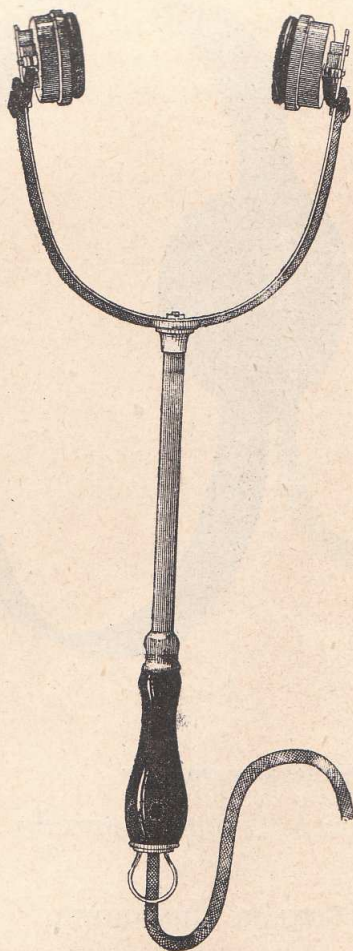

Fig. 164.
62. Serre-tête, face à main, à deux récepteurs Ader n° 3 bis, métalliques, monture nickelée, manche bois noir, spécialement destiné aux auditions théâtrales. **Type n° 3** (*fig. 164*).